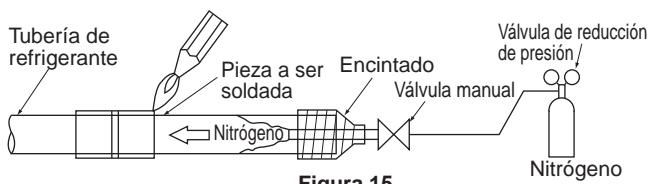

Figura 15
- El Nitrógeno debe ser regulado a 2.9 psi mediante una válvula de reducción de presión si se suelda mientras se introduce Nitrógeno dentro de las tuberías de refrigerante. (Vea la Figura 15)